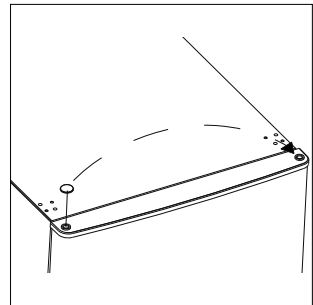

Abb. 6
- ▶ Versetzen Sie den Blindstopfen an der Türoberseite auf die gegenüberliegende Seite (siehe **Abb. 6**).